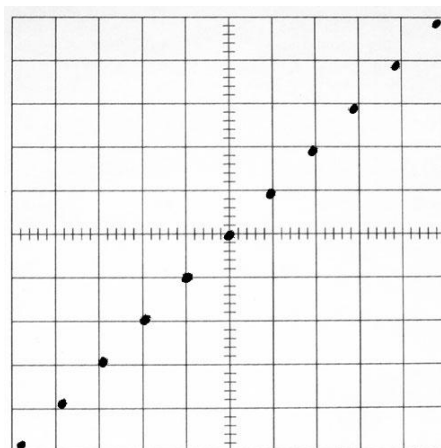

图 7
C. 置“级/簇”为10,X,Y轴测试选择均为“阶梯”.图像如图7